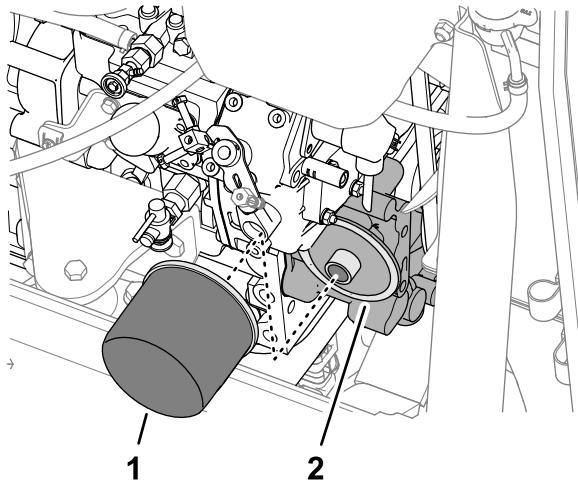

Figure 70
1. Sur le côté gauche du moteur, tournez le filtre à huile dans le sens antihoraire pour le retirer (Figure 70).